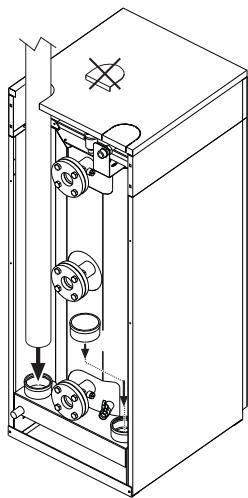

fig. 34 - Salida de humos
**!** Todos los aparatos están dotados de dos conexiones a chimenea para mayor flexibilidad de montaje. Utilizar una sola salida y cerciorarse de que la otra esté bien tapada (ver fig. 34). En el caso de instalación en cascada con salidas de humo conectadas a una sola chimenea o a un colector, **es obligatorio instalar en cada salida una válvula antirretorno de humos** para evitar anomalías de funcionamiento o condiciones de peligro. Se recomienda el uso de los kits opcionales FERROLI con válvulas antirretorno.